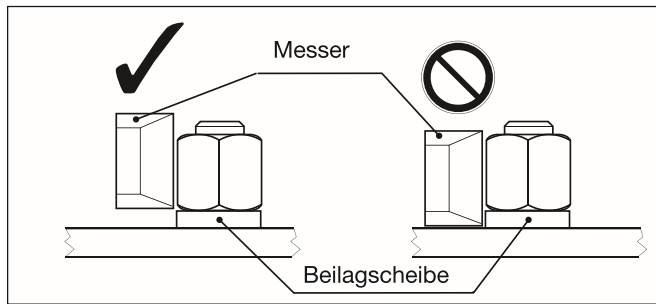

Abb. 9, Messerposition
7. Vergewissern Sie sich, dass die Unterseite des Schneidkopfes am Flansch anliegt, da das Messer so nah an der Unterseite der Mutter wie möglich schneiden muss. Wenn aber eine Beilagscheibe unter der Mutter vorhanden ist, positionieren Sie den Mutternsprenger so, dass das Schneidmesser die Beilagscheibe nicht berührt. Siehe Abb. 9.